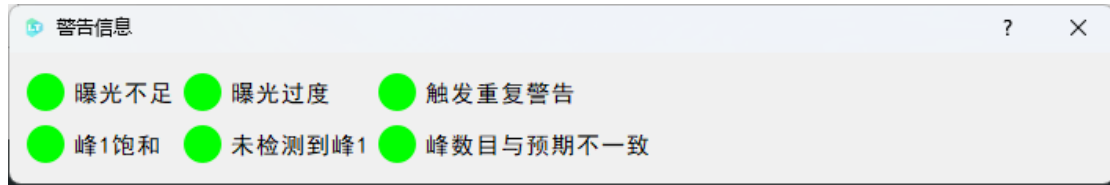

图 5-7 警告信息
- 查看警告信息：显示出当前测量场景下存在的异常警告，警告表述见下图 5-7 警告信息。灰色表示警告信息未上传，绿色表示正常，红色表示警告。